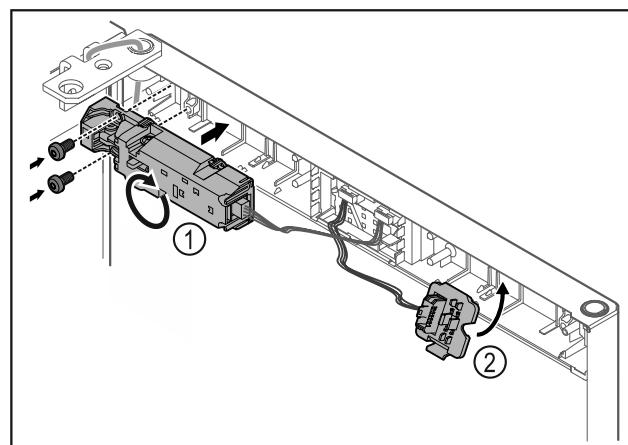

Fig. 24
- Girar el cierre a distancia Fig. 24 (1) 180° y fijarlo en el lado contrario.
- Encavar el soporte del conector Fig. 24 (2) en el lado contrario.